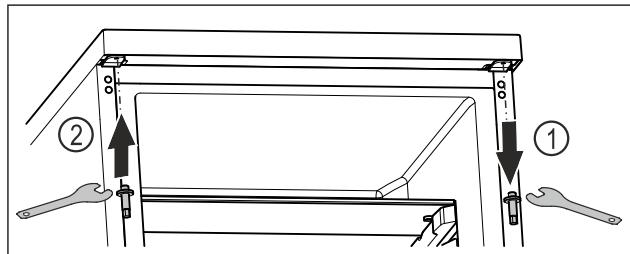

Fig. 22
- Vyskrutkujte čap vonkajším klúčom na šesthrannú maticu. Fig. 22 (1)
- Zaskrutkujte čap na opačnú stranu vonkajším klúčom na šesthrannú maticu. Fig. 22 (2)